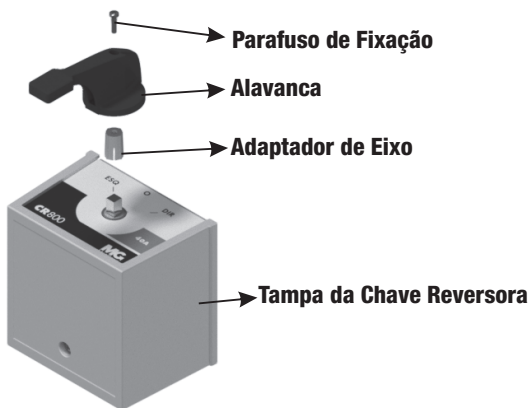

FIGURA 1
- Proceda com a montagem da alavanca da chave reversora conforme *figura 1*.